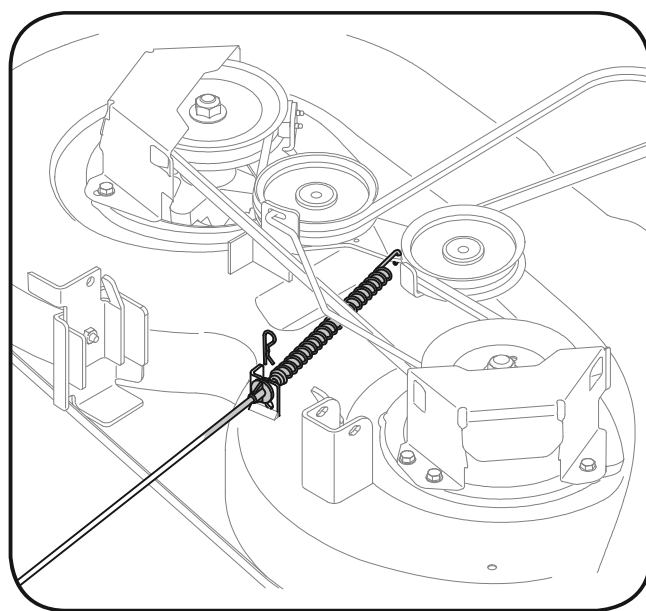

Figura 6-4
8. Cuidadosamente remova o cabo do PTO da traseira da plataforma de corte removendo o grampo de fixação. Remova a mola do suporte da plataforma. Ver figura 6-4.